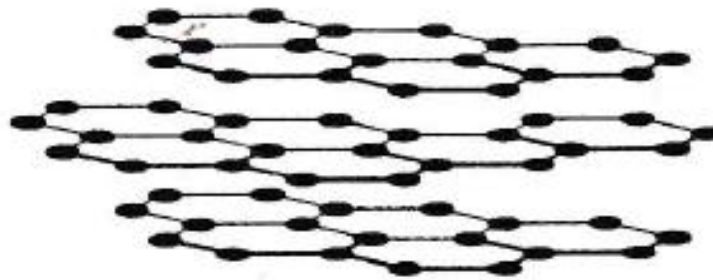

Figure 2 : Représentation schématique d'un polymère bidimensionnel, ici le carbone graphique
- *Celle des polymères bidimensionnels*, ils se présentent sous la forme de feuillets bidimensionnels, d'épaisseur comparable à celle des molécules simples (Figure 2)